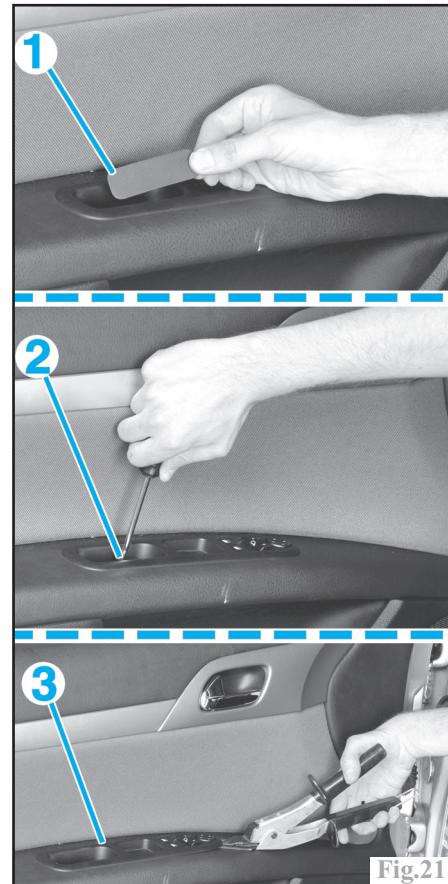

Fig.21
Dégager le plaque (1), la vis (2) et dégager le bloc interrupteur (3) (Fig.21). À l'aide d'une spatule, engagée au point (A), déclipser l'enjoliveur (1) de commande d'ouverture intérieure (Fig.22).